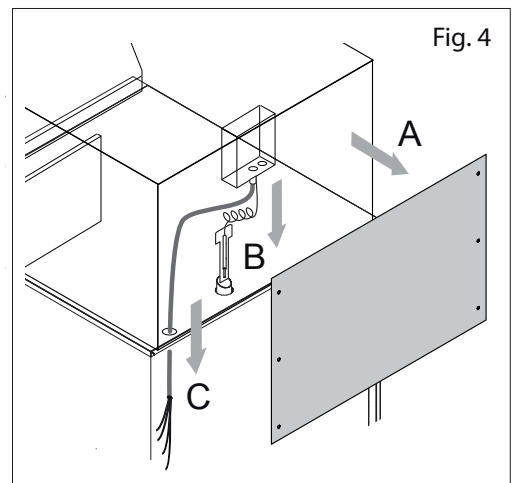

Fig. 4
2. Entfernen Sie die 6 Schrauben auf der Rückseite der Haube (3 je Seite) und das Panel (Fig. 4/A)
3. Lösen Sie den Fühler des Thermostaten aus seiner Halterung und stecken diesen im Dampfauslassrohr (rundes Rohr – Fig. 4/B)
4. Lösen Sie das Anschlusskabel aus der Halterung und stecken diesen durch die Kabeldurchführung (Fig. 4/C)